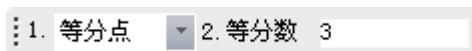

图 2-56 点的立即菜单 2
- 3) 若选【等弧长点】，则将圆弧按指定的弧长划分，其立即菜单变为如图 2-56 所示的内容。